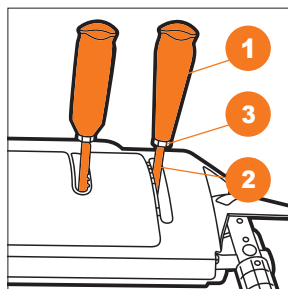

Рис. 9
- Накрутите рукоятки **1** рычагов управления на соответствующие штанги **2** и законтрите их гайкой **3** (Рис. 9).